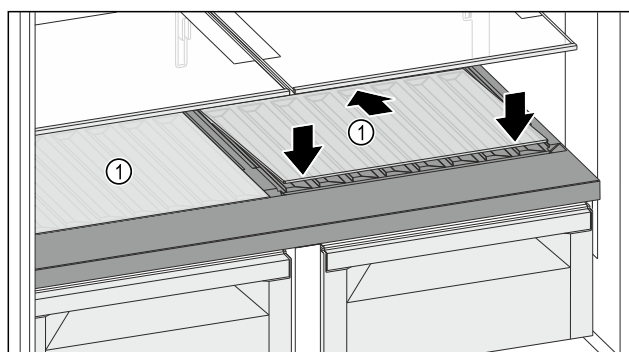

Fig. 127
- Ustawić płytę szklaną Fig. 127 (1) pod ukosem, nachyloną do tyłu w dół.
- Opuścić płytę szklaną Fig. 127 (1) z przodu.